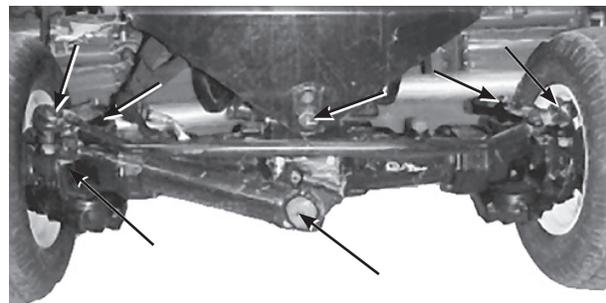

図38
- 後アクスルのタイ・ロッド (2ヶ所), ステアリング・シリンダのボール・ジョイント (2ヶ所), アクスルのステアリング・ピボット (2ヶ所), 後アクスルのピボット (1ヶ所) (図38)